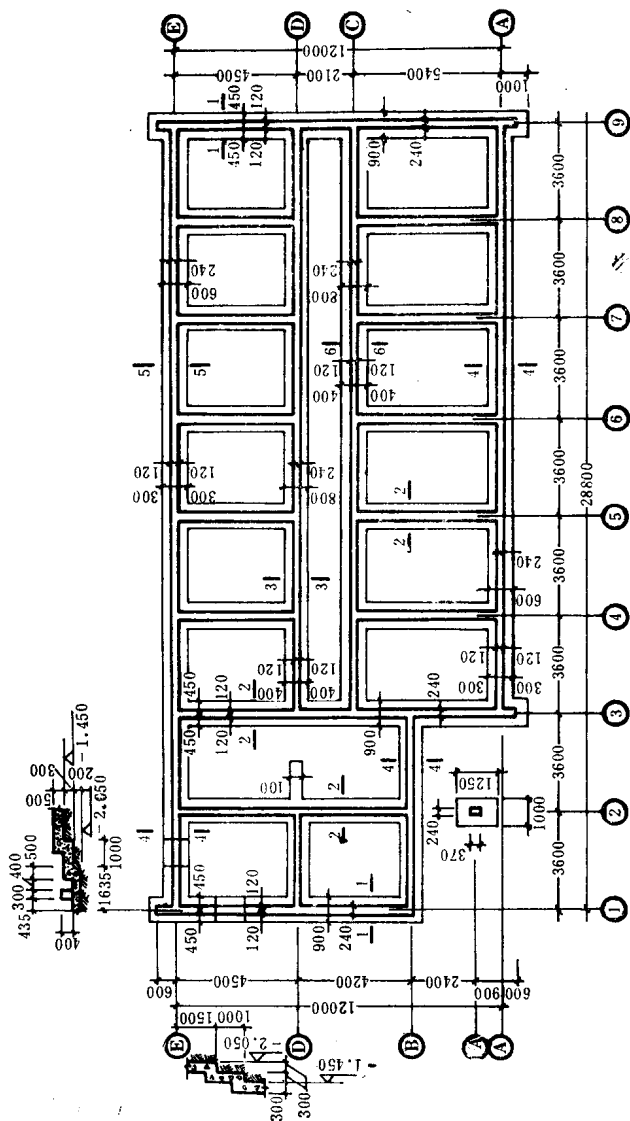

图 1-1 民用建筑基础平面图
(1) 如图1-1所示的基础平面图，从这张图中可以看出，该房屋绝大部分的基础属于条形基础，只是门前④—②柱的基础是单独基础。
(2) 轴线两侧的粗线是墙的边线，墙边线两侧的细实
为了表明基础的具体构造做法，在平面图上将不同构造部位用剖切线标志出来，如图1-1的1-1~5-5的剖面。图1-2是条形基础1-1的剖面详图。